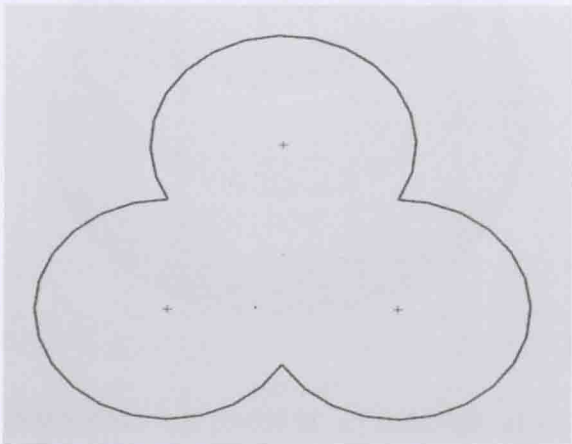

图 1-3-6
3. 使用修剪命令 ，参照图 1-3-6，将多余的线裁剪掉（选择单击修剪命令后，直接点击需要裁剪的线段，就可以修剪了）。